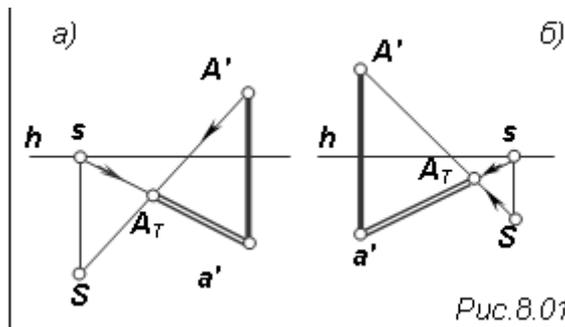

Рис.8.01.
1. **Тіні, що віддаляються** – сонце знаходиться позаду. Точка збігу вторинних проєкцій променів знаходиться на горизонті, а точка збігу самих променів (S перспектив променів сонця) – нижче лінії горизонту. На рис.8.01а сонце знаходиться позаду справа і зліва від P . На рис.8.01б – позаду людини.